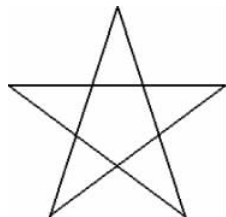

图 3.18 五角星
1. 用直线与相对坐标绘制如图 3.18 所示的五角星(提示:每个角的角度均为 72°)。